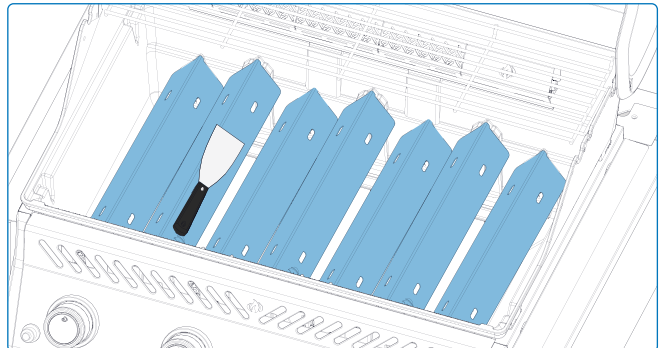

Fig. 9
- Enciende el quemador y déjalo en alto durante 5–10 minutos para eliminar cualquier residuo restante (Fig. 9).